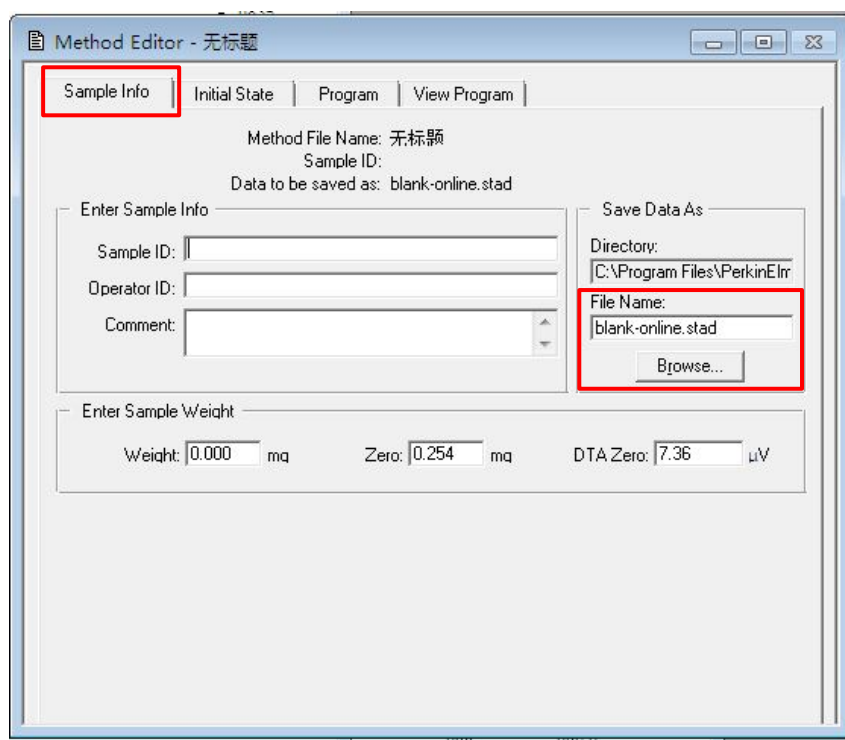

图 2
3.2.1 点击, 打开热重运行方法的编辑界面。在“Sample Info”界面里，点击 Browse...输入样品名，按照“xxx.stad”格式命名。如图 2 所示。